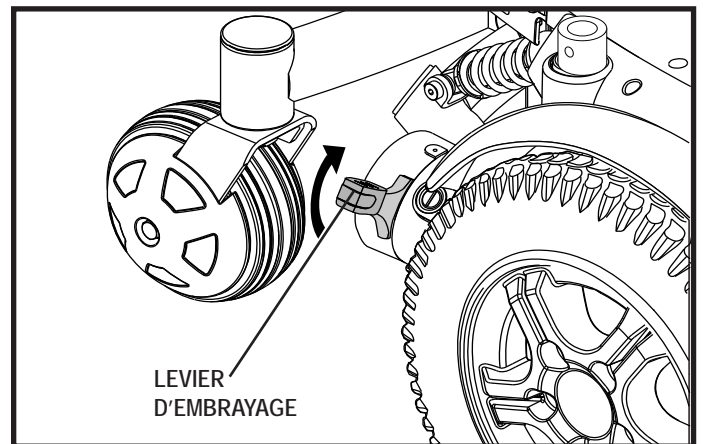

Figure 5. Mode de traction (embrayé)
2. Tirez sur les deux leviers pour embrayer les moteurs et passer en mode de fonctionnement. **Voir la figure 5.**